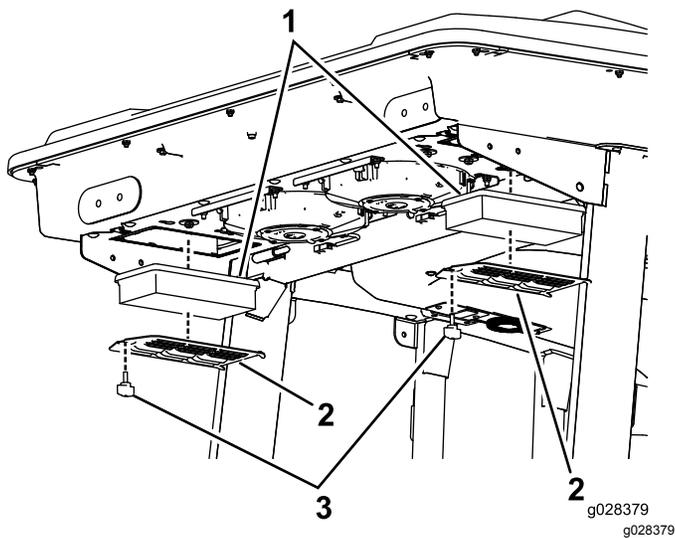
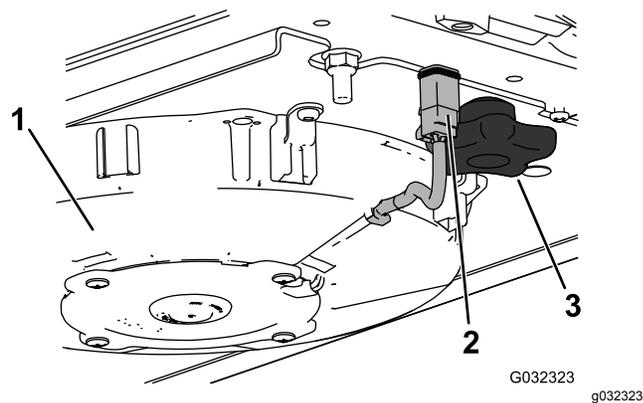
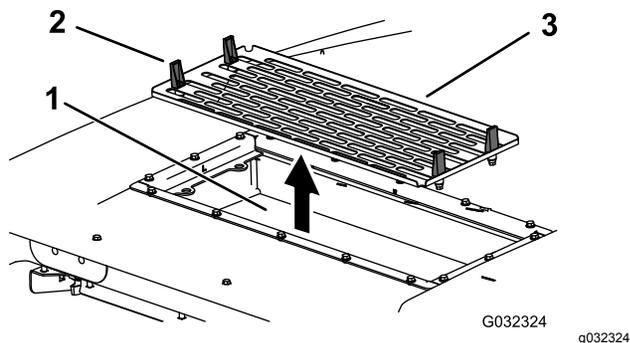

Рисунок 116
Рисунок 117
Рисунок 118
1. Выверните винты и снимите решетки у салонного и заднего воздушных фильтров кабины (Рисунок 115 и Рисунок 116).
- Снимите воздушные фильтры (см. Рисунок 116).
- Установите воздушные фильтры, сетку и вентилятор в сборе (Рисунок 116, Рисунок 117 и Рисунок 118).
- Подсоедините провод к каждому вентилятору (Рисунок 117).